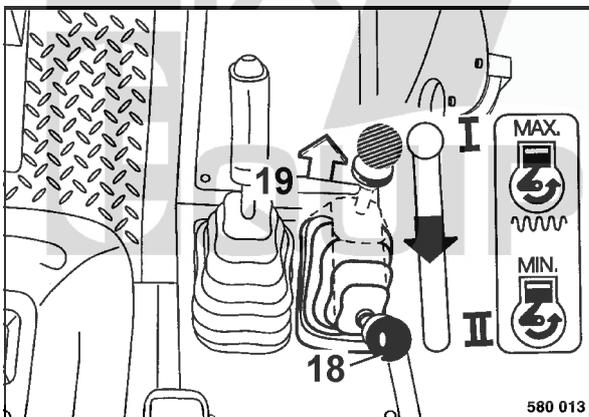

fig. 40
- Tirer sur la bague de verrouillage 19 (fig. 40) et ramener le levier de commande d'accélérateur (18) sur position "II" (ralenti).